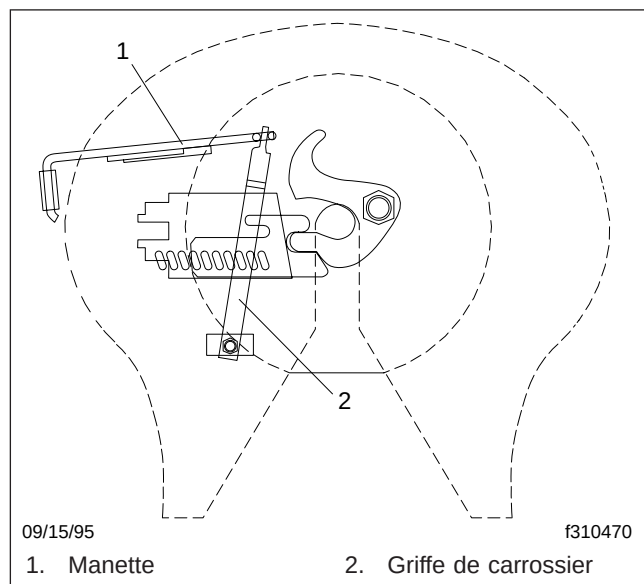

Fig. 4, Alignement de la griffe de carrossier et de la manette
- La griffe de carrossier et la manette doivent être bien alignées. Voir la **figure 4**. Comparez l'alignement de la griffe et de la manette à celui d'une griffe et d'une manette neuves ou qui fonctionnent bien. Remplacez la griffe ou la manette si elle est tordue ou mal alignée.